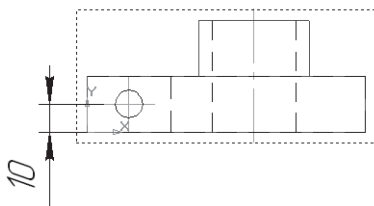

Рис. 343
- укажите положение размерной линии – 3. Щелчком ЛКМ задайте ее положение (рис. 343);